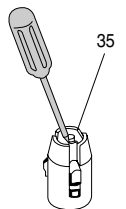

Fig. 20
- Rastnase der Wickelteller (Pos. 35, Fig. 20) lösen und Wickelteller abnehmen.